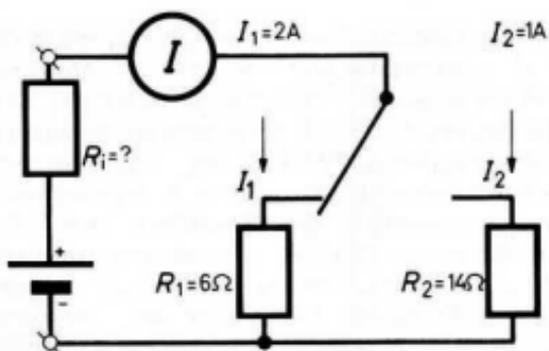

Bild 21
- i) Gemäss Bild 21 belasten Sie ein Element mit zwei verschiedenen Widerständen und messen gleichzeitig die Belastungsströme. Wie gross ist der Innenwiderstand des Elementes?